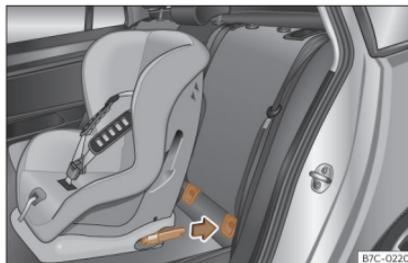

Fig. 26 Banquettes arrière : emplacement des sièges pour enfants avec le système ISOFIX.
- Enfoncez le siège pour enfants sur les œillets de retenue « ISOFIX/iSize » jusqu'à ce qu'il s'encastre de manière audible >>> **fig. 26**. Si le siège pour enfants dispose d'ancrage Top Tether, connectez-le à l'anneau respectif >>> page 42. Suivez les instructions du fabricant du siège pour enfants.